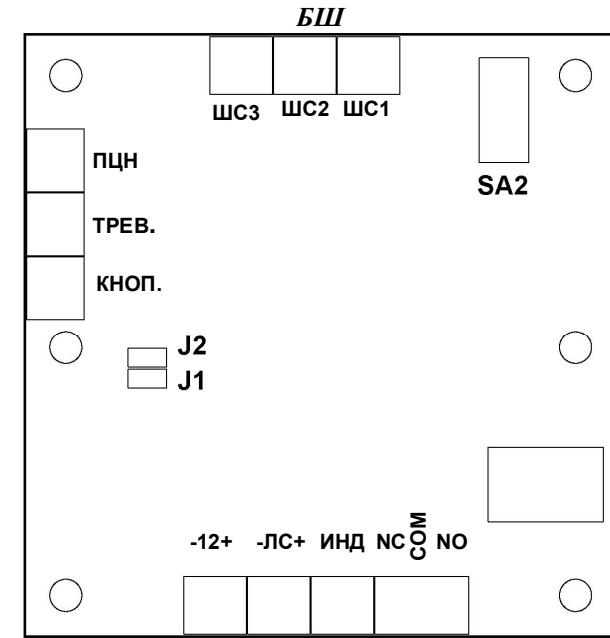

Рисунок 1. Вид со стороны платы со снятой крышкой
- установить джамперы (замыкатели) на контакты J1 и J2 (см. рисунок 1 приложения «В») в положения соответствующие выбранному режиму, руководствуясь таблицей 3 приложения «Г». На индикаторе появится информация о режиме настройки «P1_(1-6)»;
- нажимая микровыключатель SA2 (см. рис. 1 приложения «В») установить нужное значение времени. Каждое нажатие переключателя SA2 последовательно изменяет значение времени в интервале от 1 до 6 секунд. Текущее значение отображается на индикаторе блока;